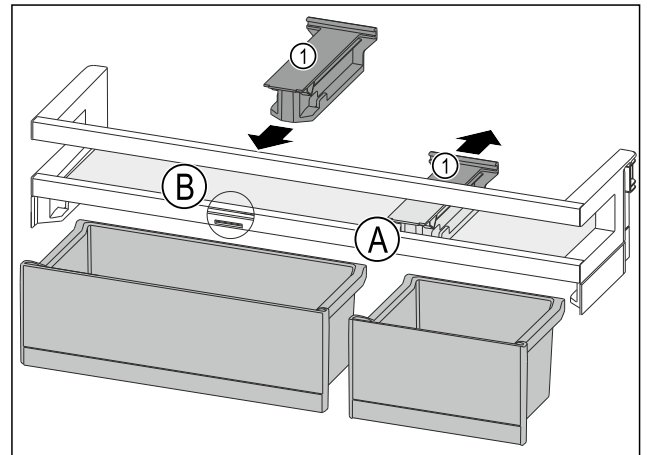

Fig. 113
- Tirare l'elemento di tenuta Fig. 113 (1) all'indietro per portarlo in posizione Fig. 113 (A).
- Inserire l'elemento di tenuta Fig. 113 (1) in posizione Fig. 113 (B).